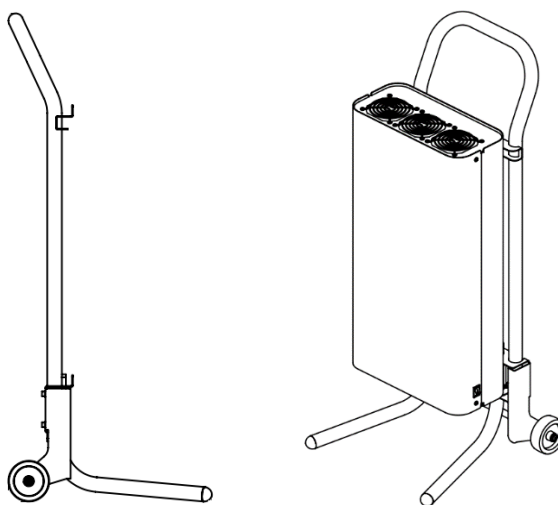

Рисунок 4 – Передвижная опора и рециркулятор на передвижной опоре.
3.2. Рециркуляторы предназначены для установки на стене на высоте 1,0- 1,5 м (нижняя часть корпуса) от уровня пола или на подвижной опоре (рис.4).
3.11 По согласованию с заказчиком, рециркулятор может поставляться с передвижной опорой (рис.4).